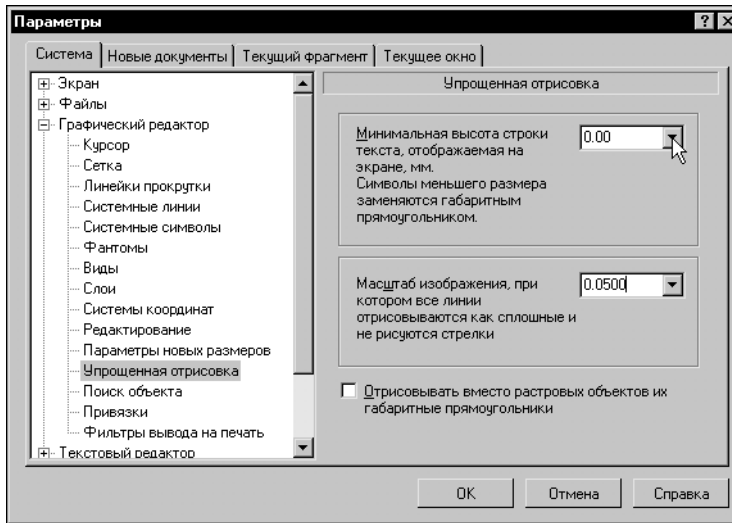

Рис. 49.14. Настройка упрощенной отрисовки
3. Выделите пункт *Упрощенная отрисовка* (рис. 49.14).